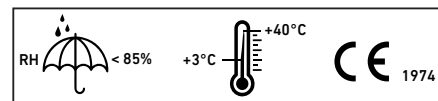

Ilustración 1
- Gira el casquete 90° con respecto a los brazos del soporte. (Fig. 1)
Las orejeras PROTOS® deben protegerse durante el almacenamiento contra temperaturas extremas, luz solar directa y humedad. Para ello, ten en cuenta los valores especificados en la ilustración 1. Un almacenamiento con protección contra radiación UV y calor, p. ej. en el embalaje de entrega, previene el deterioro del material. En caso de que se hayan humedecido las almohadillas de sellado, se secarán mejor si se almacenan con la abertura del casquete colocada hacia arriba. Comprueba que las almohadillas no queden prensadas durante el almacenamiento y que la diadema no esté estirada.